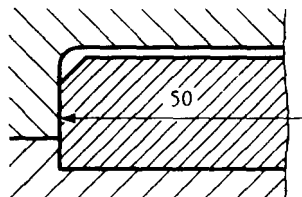

Figure 9
2.4 Interrompre les hachures à l'endroit des inscriptions, quand il n'est pas possible de placer celles-ci en dehors de la partie hachurée (voir figure 9).